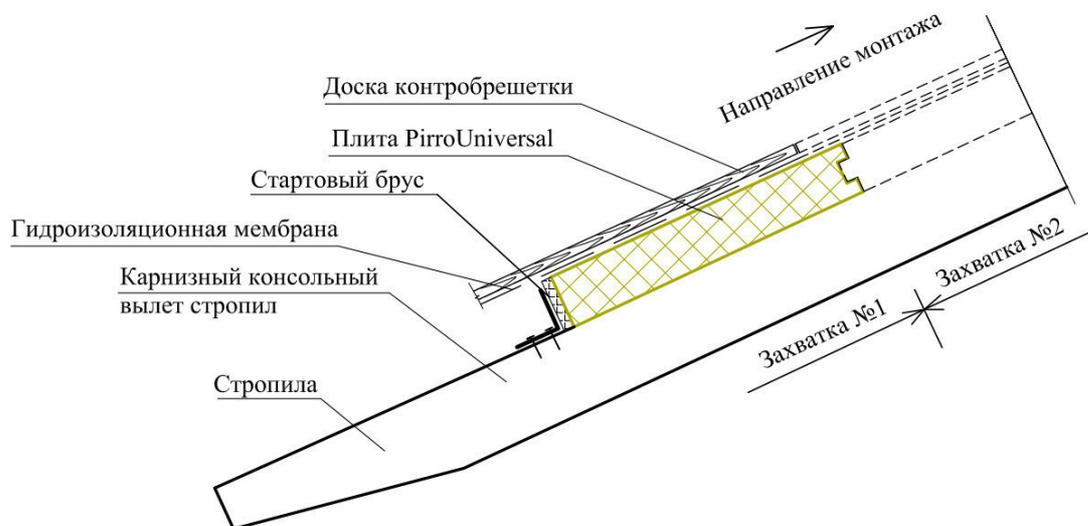

Рисунок 2 – Схема работы по захваткам
3. закрепление брусков контробрешетки (см. рис.2.)